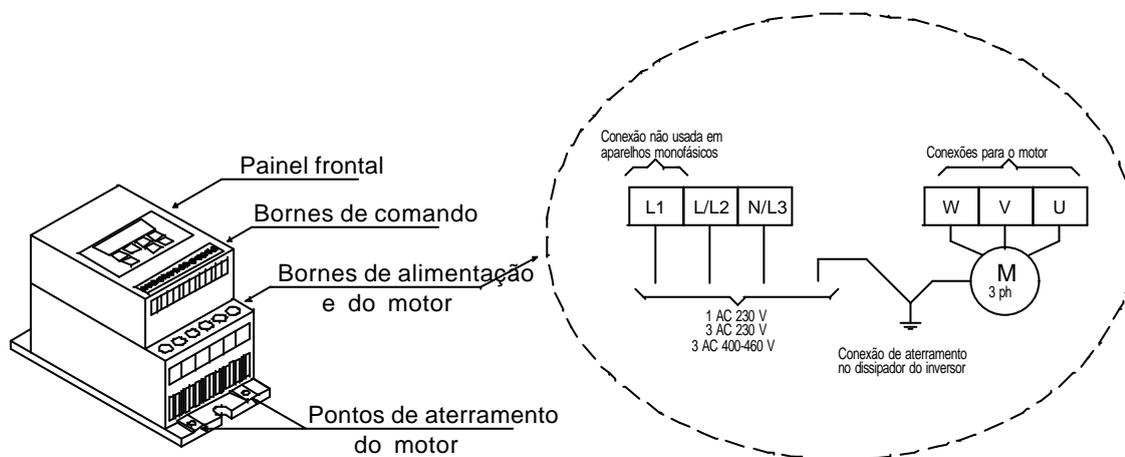

Figura 4: MICRO MASTER Júnior - Bornes de conexão da alimentação e do motor
Para o motor utilize um cabo de 4 vias. Como pode ser visto na figura 4, as vias do cabo devem ser conectadas aos terminais de potência W / V / U e ao terminal de proteção elétrica (PE).